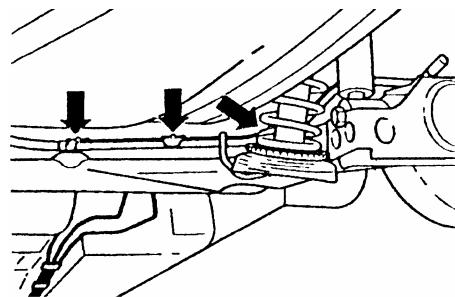

图 13-49 拧下手制动拉索
(4) 如图 13-49 所示, 从后桥定位件上拧下手制动拉索。